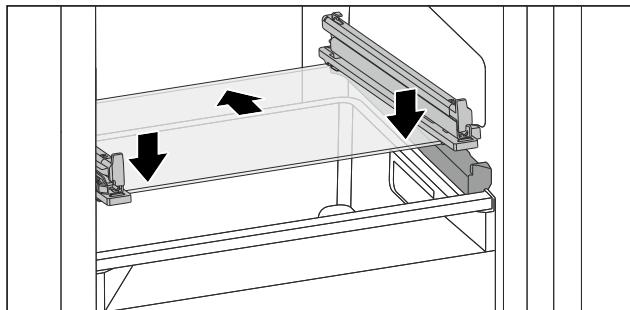

Fig. 71 Glasplatte des abkippbaren Schubfachs
- Glasplatte schräg hinter den Stopfern aufsetzen. (siehe Fig. 71)